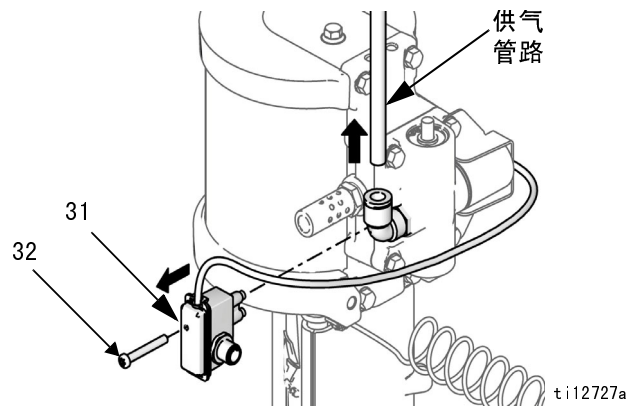

图 3：取下干簧管总成和供气管路
1. 对于带 DataTrak 的马达：卸下螺丝，断开干簧管与空气阀的连接。请参见图 3（第 9 页）。